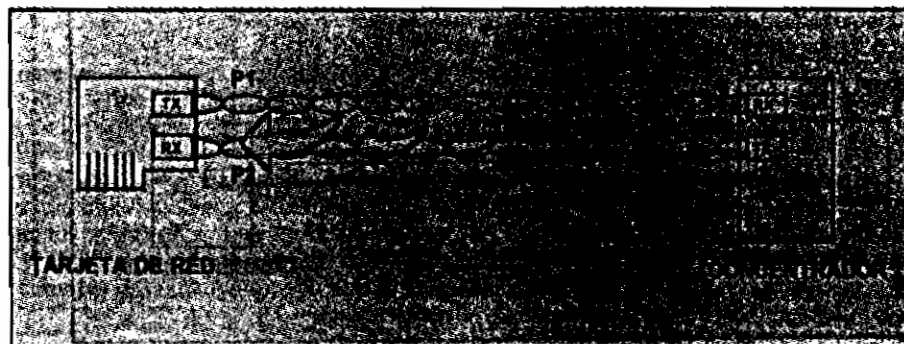

Figura 3
La parte más importante de la diafonía es la que se produce en el extremo del cable más próximo al receptor, causada por la señal emitida por el mismo, se denomina paradiafonía o NEXT de sus iniciales en inglés: Near End Crosstalk (XT), como puede verse en la Figura 3.